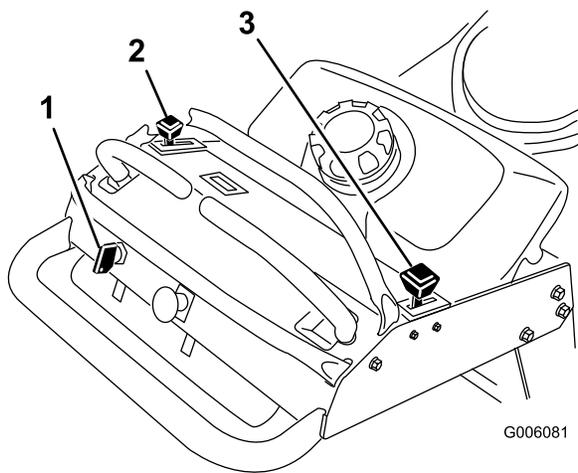

Figure 9
4. Amenez la commande d'accélérateur en position Haut régime et la commande de starter en position En service avant de démarrer le moteur s'il est froid (Figure 9).
2. Placez la commande d'accélérateur en position Bas régime (Figure 9).